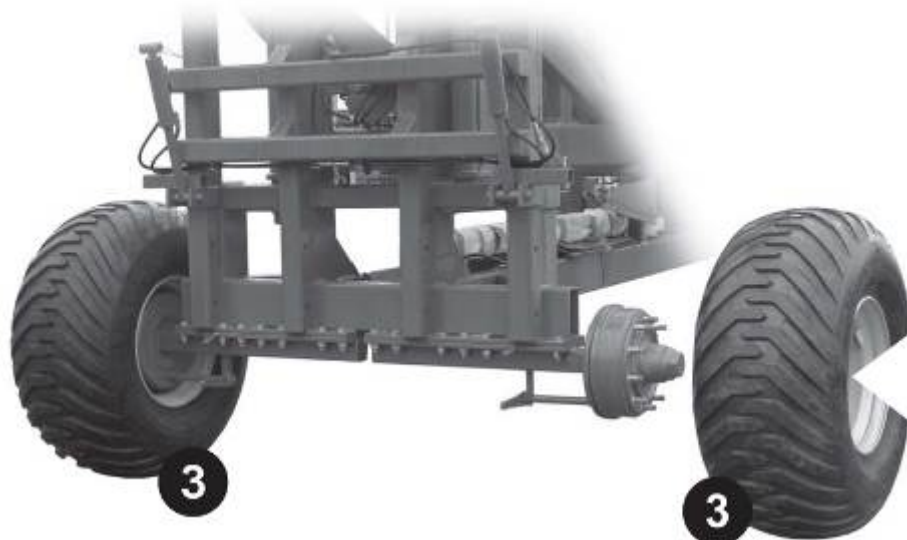

Рисунок 1.
- На центральную раму сцепки (рис. 1) смонтировать две полуоси.